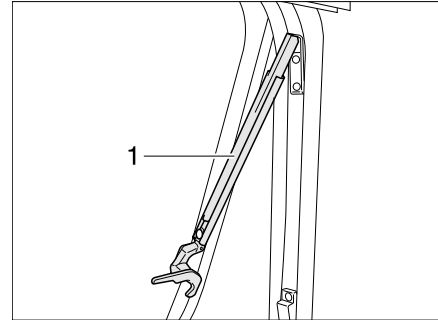

Bild 42 Ausstellfenster mit Automatik-Ausstellern, geöffnet
- Ausstellfenster bis zur gewünschten Raststellung öffnen. Der Automatik-Aussteller (Bild 42,1) rastet selbstständig ein.